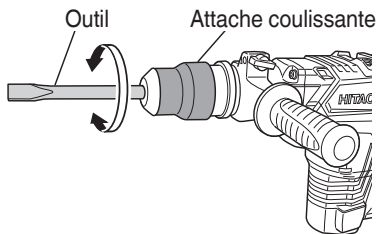

Fig. 9
- (b) Tourner la poignée ou l'outil comme illustré Fig. 9 et positionner l'outil dans la position de travail désirée.